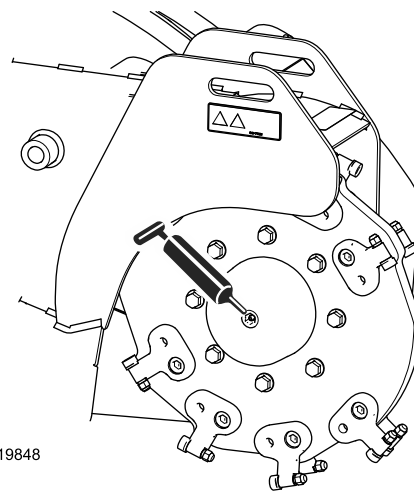

Figura 26
4. Conectați un pistol de lubrifiere la fiecare fitting (Figura 26 - Figura 28).